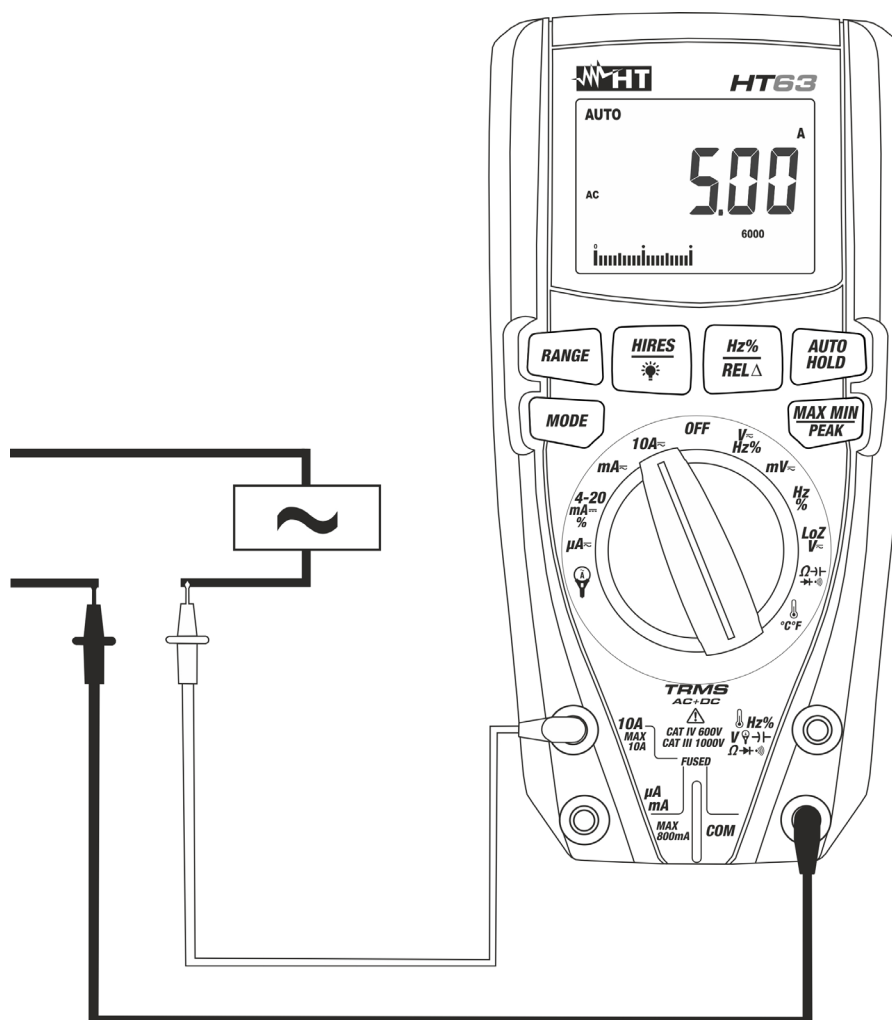

Fig. 11: Uso dello strumento per misura di Corrente AC
5. Collegare il puntale rosso ed il puntale nero in serie al circuito di cui si vuole misurare la corrente (vedere Fig. 11)